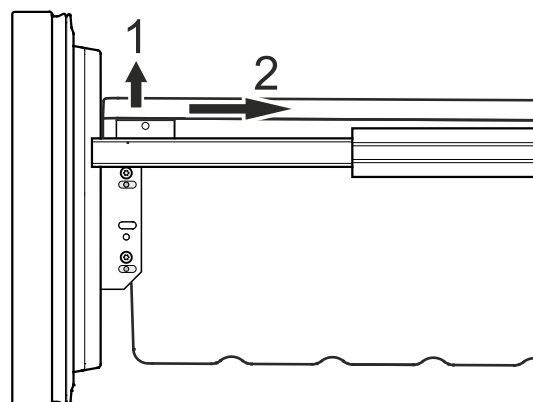

Figure 17
- Désenclipper les coins gauche et droit du récipient en le tirant vers le haut (1) - **Figure 17.**
- Pousser le récipient vers l'arrière (2) - **Figure 17.**